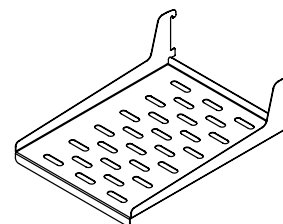

Figura 34
- (1) la mitad de metal anchura de la plataforma voladiza (see Figura 34).